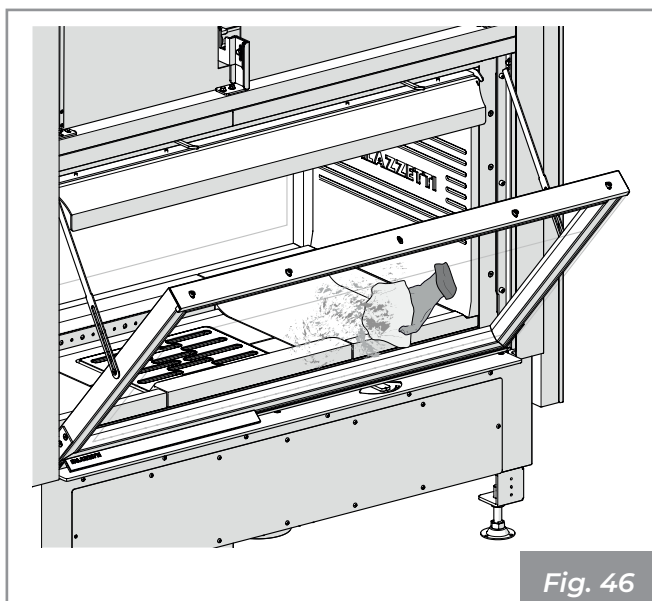

Fig. 46
- 3) Limpiar el vidrio con un paño húmedo o con papel humedecido y pasado en la ceniza (Fig. 46). Se pueden también usar detergentes adecuados para la limpieza de hornos de cocina.